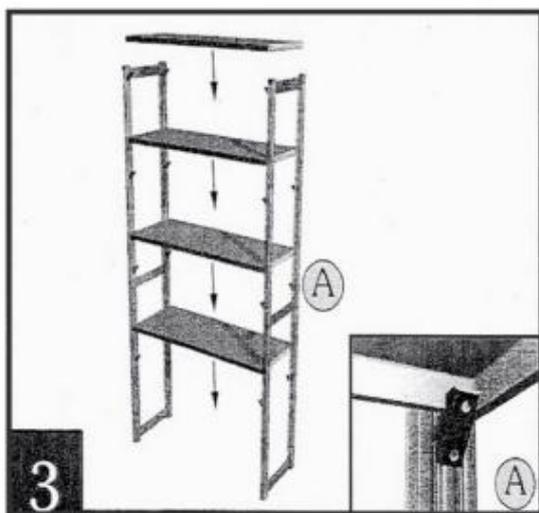

Рис.3 Установка полок
3. Установите спаренные стойки на расстоянии 700 мм, 1000 мм, 1200 мм или 1500 мм (в зависимости от типоразмера полок) кронштейнами друг к другу, опустите одну сторону полки на кронштейн до упора, а затем с усилием нажмите на противоположный край полки до полного зацепления (рис. 3).